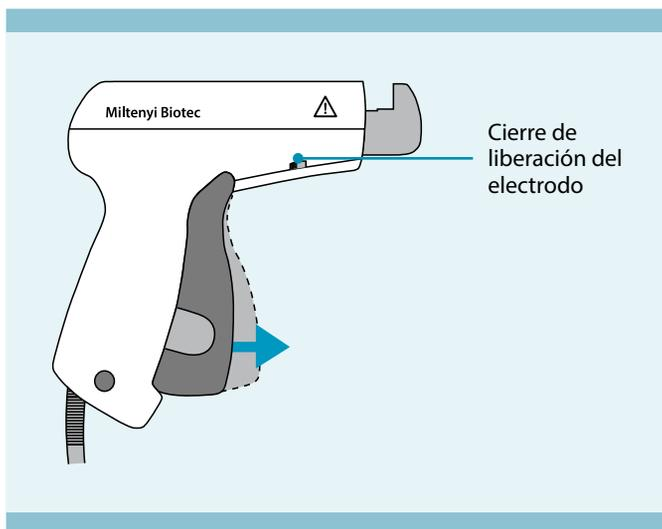

Figura 4.2: Tirar del gatillo gris.
1. Tire del gatillo gris hasta que se oiga un «clic» para poder soltar el electrodo frontal. A continuación, presione hacia delante el cierre de liberación del electrodo (véase la Figura 4.2).